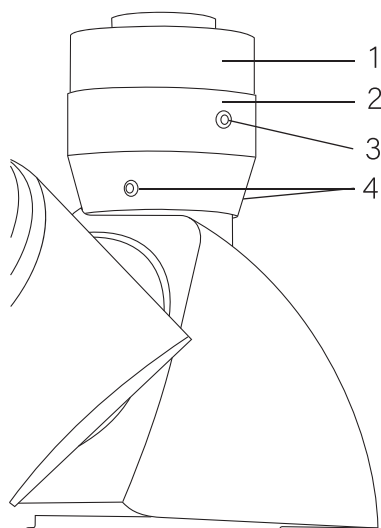

Рис. 15. Канал визуализации.
- Установите камеру на адаптер C-mount 1 (рис. 15).
-Если изображение находится не по центру, ослабьте центрирующие винты 4 (рис. 15) и отрегулируйте положение камеры так, чтобы изображение переместилось в центр.
-При необходимости скорректируйте фокусировку подвижкой адаптера 1 (рис. 15).
-Затяните стопорный винт 3 (рис. 15).
-Ослабьте стопорный винт 3 (рис. 15) и поверните камеру с адаптером вокруг оси так, чтобы отображаемое направление изображения совпало с направлением движения предметного столика и затяните винт 3.
-При необходимости подфокусируйте изображение объекта подвижкой адаптера 1 (рис. 15).